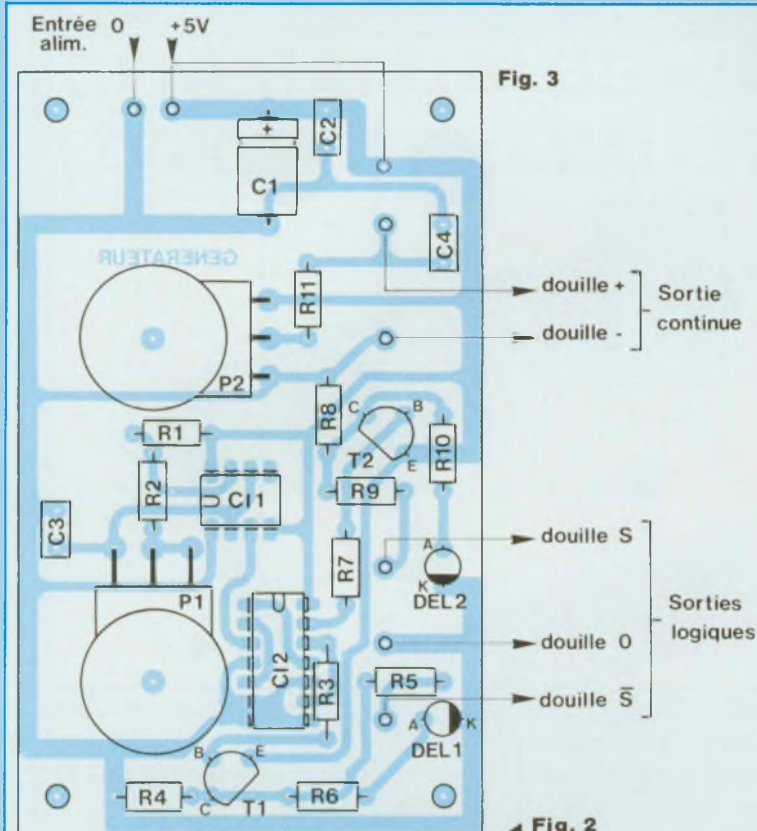

Fig. 3
- les deux diodes électroluminescentes, par collage (Araldite), en veillant à les orienter conformément au dessin de la figure 3.